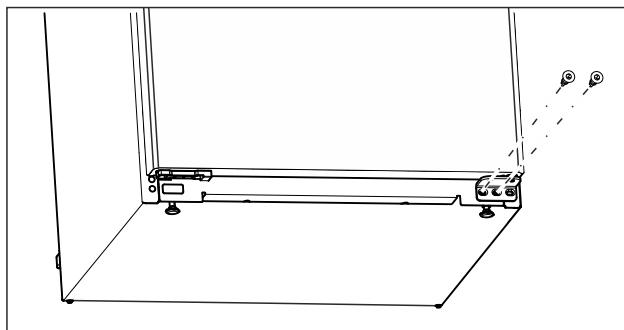

Fig. 10
- Отвийте централните винтове на долната лагерна стойка с отвертка Torx 20. (виж Fig. 10)
- Отвийте вътрешните винтове на долната лагерна стойка с отвертка Torx 20. (виж Fig. 10)